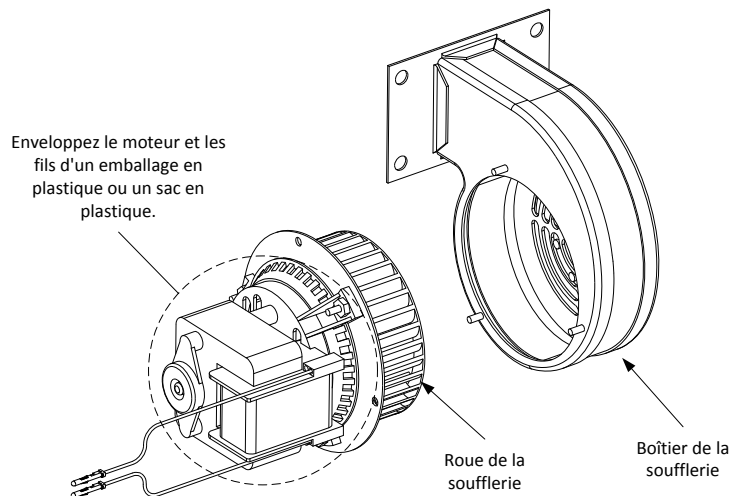

Figure 3
3. Veuillez envelopper le moteur d'un emballage plastique pour empêcher l'eau d'y pénétrer. Veuillez vaporiser un produit dégraissant ou du détergent sur la roue et le boîtier du ventilateur. Laissez agir pendant cinq minutes. Veuillez rincer la roue et le boîtier à l'eau chaude du robinet, puis essuyer avec un chiffon propre. (voir Figure 3)